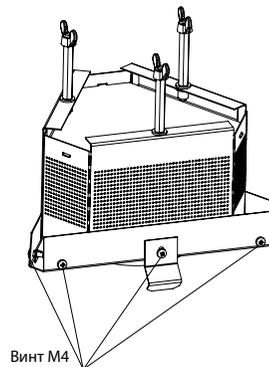

Рис. 11 Установка винтов на дожигатель
- На дожигатель наживите винты для установки в пазы верхних профилей (Рис. 11);